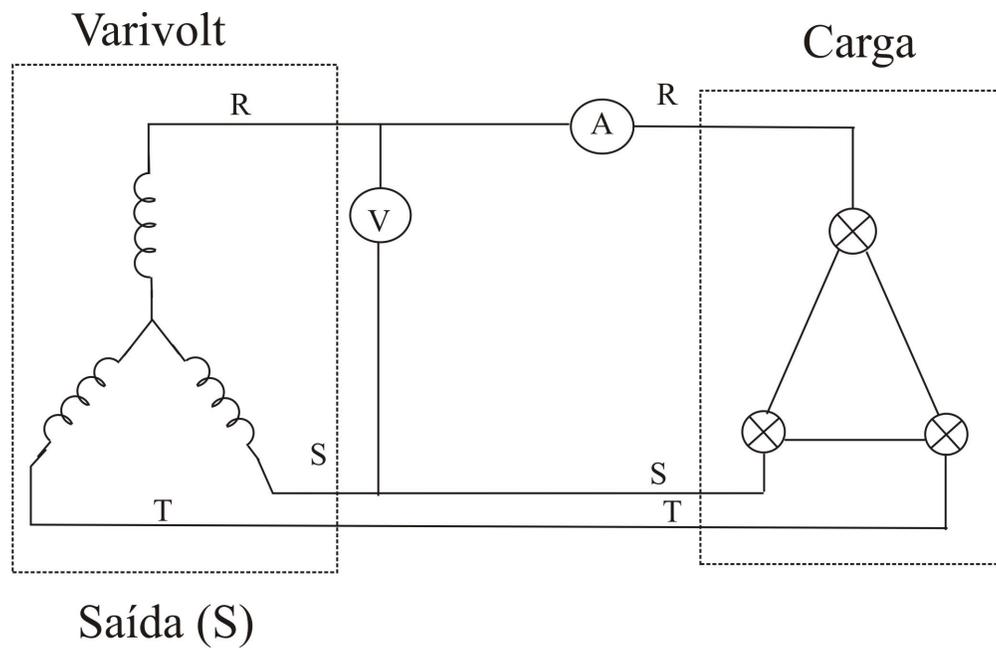

Fig. 3: Carga em Delta
1. Com o varivolt desligado da bancada e com o cursor no zero, conecte três lâmpadas de 40W em Delta, tal como mostrado na Fig. 3, e esse conjunto aos terminais da saída do varivolt. Conecte o amperímetro digital numa das fases da conexão e o voltímetro entre as fases R e S. Observe que não há fio de neutro nesta conexão.